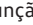

Fig. 94 No display do teto: símbolo de trava de segurança para crianças ativada.
- Pressionar repetidamente o botão de função  até que seja exibido **LIGADO** para ligar a trava de segurança para crianças. No display é exibido o símbolo → **Fig. 94**.
- O símbolo → **Fig. 94** no display se apaga.